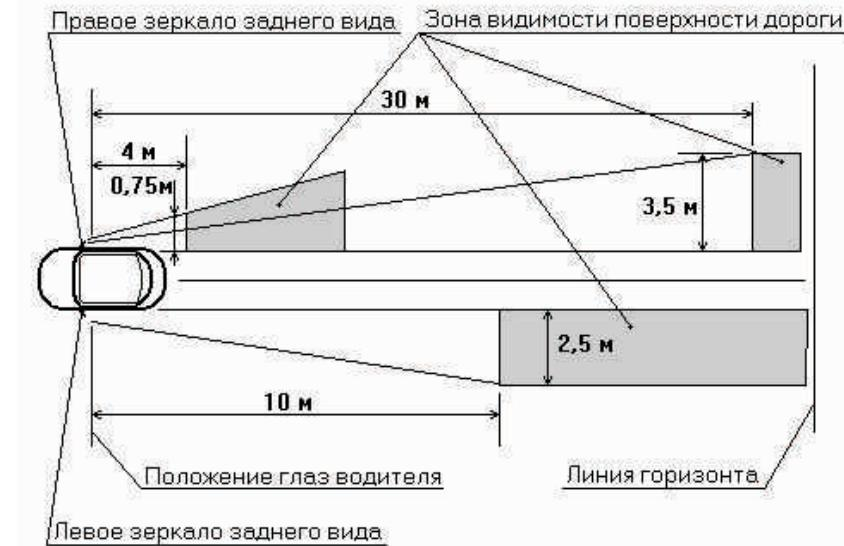

Рис. 1
4.4. Регулировка обзорности зеркала выполняется в соответствии с рис. 1.